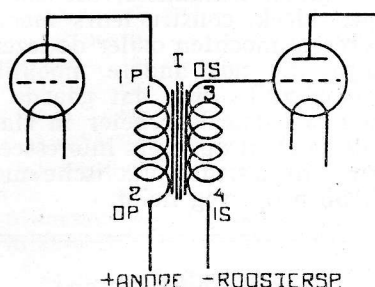
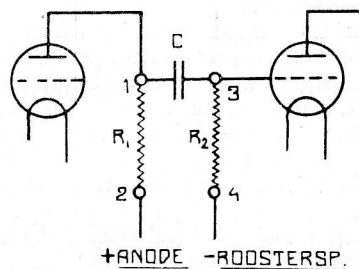

Fig. 4.
Fig. 5.
Velen hebben nu moeilijkheden wanneer zij bestaande toestellen, waarin transformatorversterking gebruikt is voor weerstandsversterking geschikt willen maken. Het volgende kan hen ongetwijfeld op weg helpen. Fig. 4 toont ons de transformatorkoppeling zooals die bij l.f. versterkers gebruikelijk is. Hierbij is de juiste verbindingswijze voor primaire en secondaire nog eens aangegeven, daar hierin zeer vaak fouten gemaakt worden, die tot onbedwingbaar l.f. genereren aanleiding kunnen geven. De aansluitingen zijn als volgt genummerd: 1 de plaat (IP), 2 + Anode (OP), 3 rooster (OS) en 4 - roosterspanningsbatterij (IS). Deze nummering is in fig. 5 ook gevolgd, zoodat een weerstandseenheid op geheel gelijke wijze kan aangesloten worden.